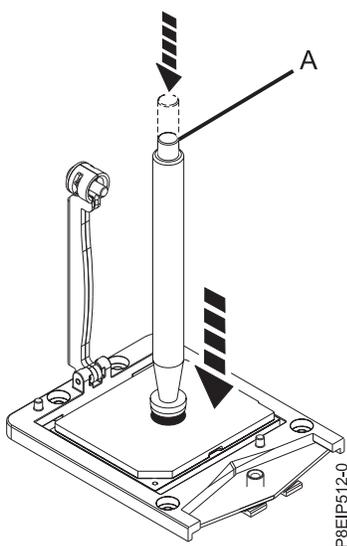

Figura 66. Travando a pinça a vácuo para o módulo de processador do sistema
8. Abaixar a ferramenta de pinça a vácuo no módulo de processador do sistema. Pressione totalmente a parte superior da pinça (A) e segure-a no centro do módulo de processador conforme mostrado na Figura 66. Libere a parte superior da pinça para prendê-la ao módulo de processador.